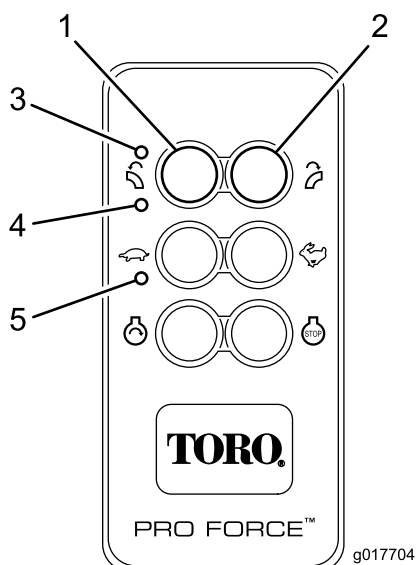

Figure 11
La télécommande est activée (mise sous tension) quand une touche est actionnée. Les diodes d'émission et de réception clignotent pour indiquer que la télécommande est active et communique avec l'unité de base. Pour conserver l'alimentation de la batterie, la télécommande reste active environ (3) secondes avant d'être automatiquement désactivée si aucune touche n'est actionnée durant cette période. Lorsque la temporisation arrive à expiration et que la télécommande est désactivée, toutes les diodes s'éteignent (Figure 11). Appuyez sur une touche pour réactiver la télécommande.